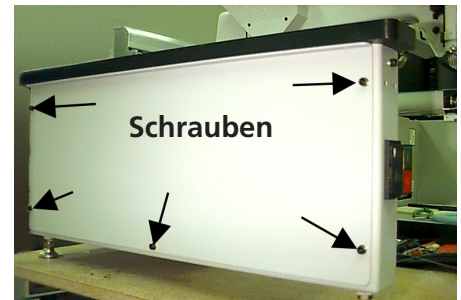

Abbildung 1-12
2. Die Seitenabdeckungen entfernen; alle Seitenabdeckungen werden mit 5 Schrauben in Position gehalten (siehe Abb. 1-12). Entfernen Sie die Schrauben mit dem #2 Philips Sechskantschlüssel, der sich im Zubehörkasten befindet.